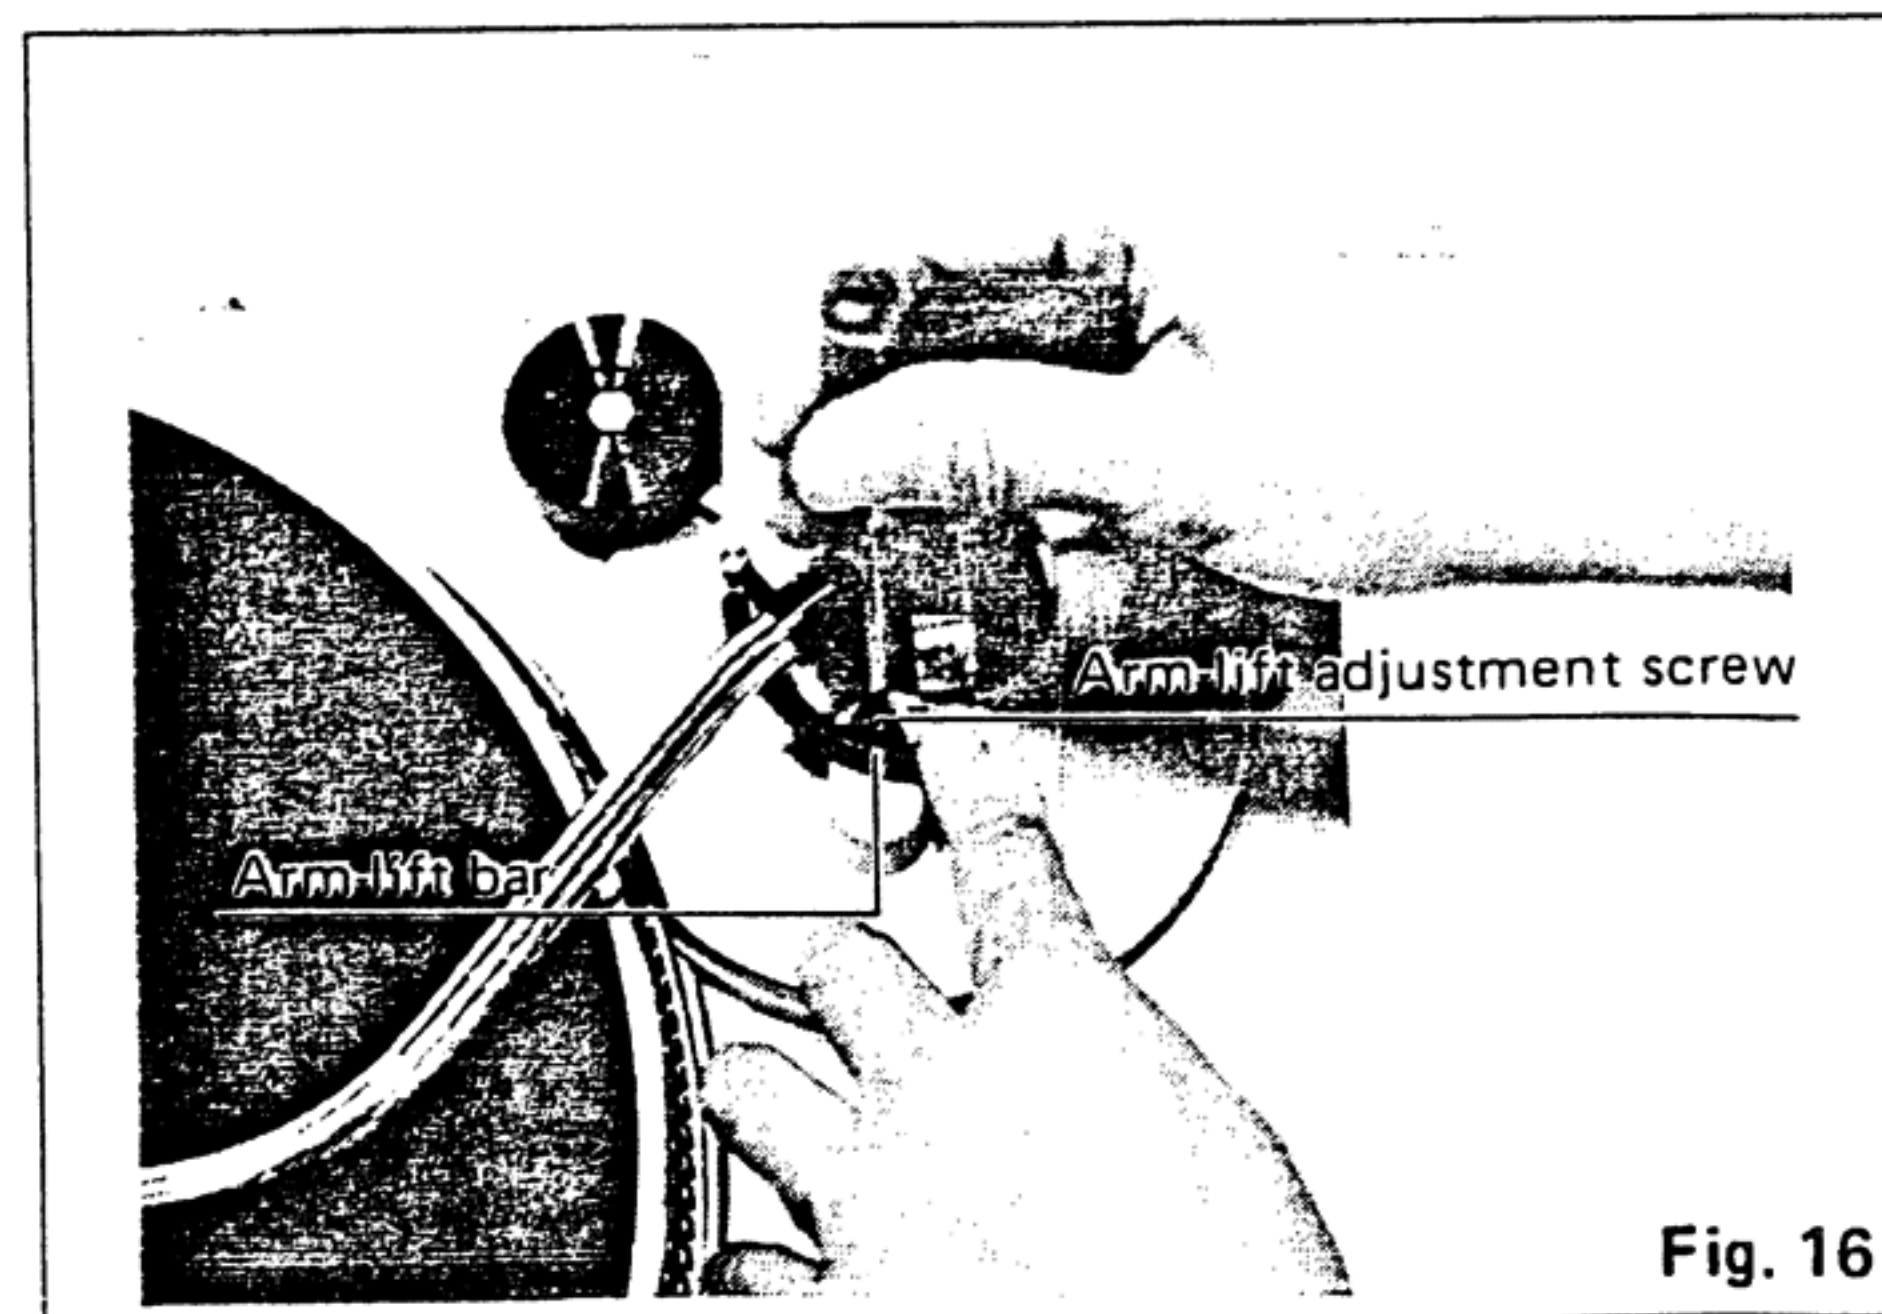

Fig. 16
3. Drehen Sie die Justierschraube im Uhrzeiger- oder Gegenuhrzeigersinn, währenddem Sie die Tonarmliftführung nach unten drücken. (Vgl. Abb. 16.)
3. Tourner la vis de réglage dans le sens des aiguilles d'une montre ou dans le sens inverse, tout en abaissant l'élèveur du bras. (Voir Fig. 16.)